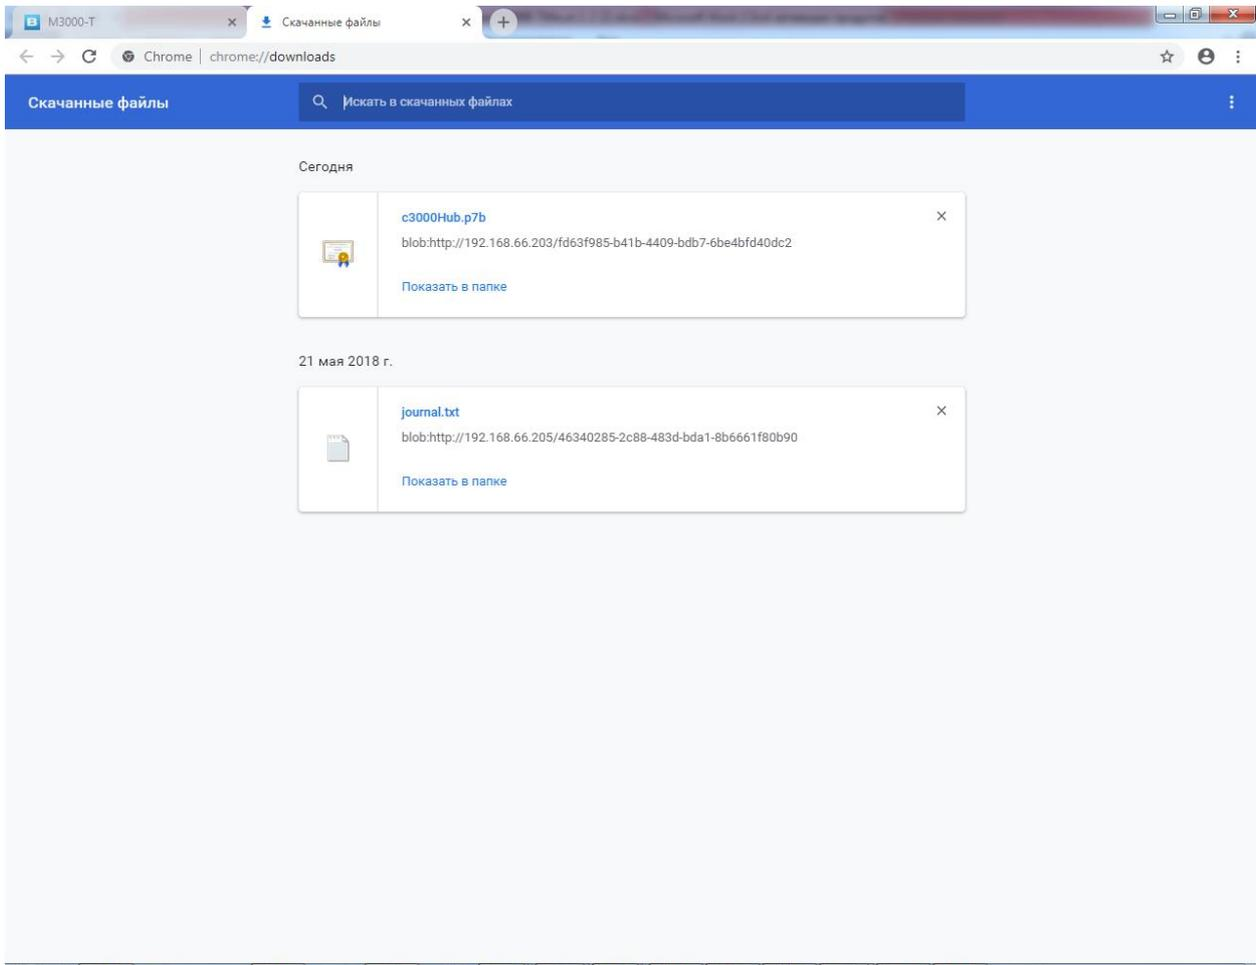

Рисунок 10. Папка загрузок
2. Перейти в папку загрузок Рисунок 10 и кликнуть два раза левой кнопкой мыши по скачанному файлу.